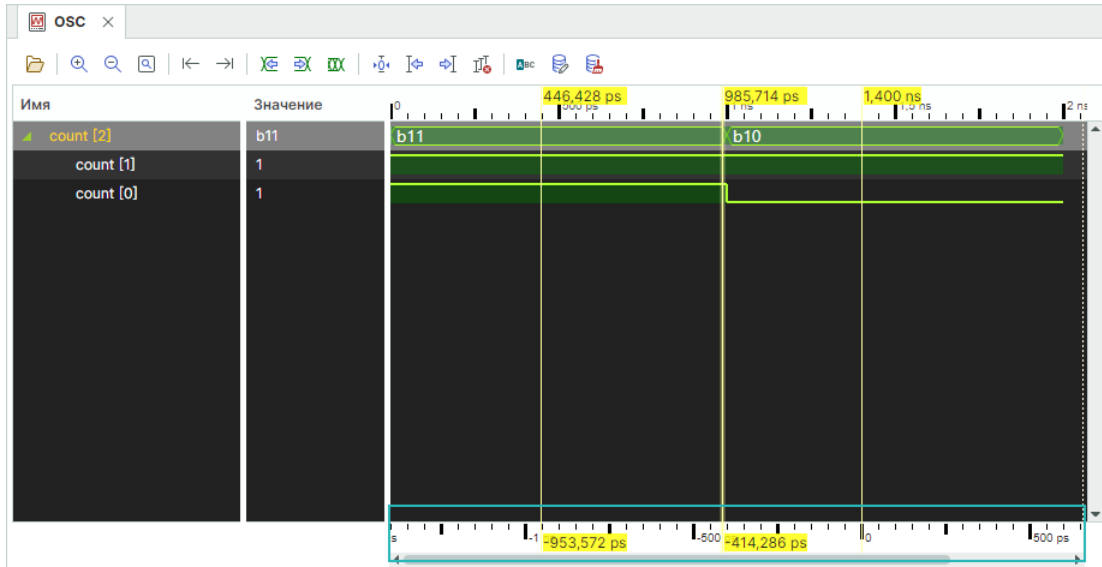

Рис. 39 Отображаемые временные интервалы
- Вычисление интервала времени между курсорами. При одновременном использовании в осциллографе нескольких курсоров автоматически вычисляется положение по оси времени для каждого курсора относительно первого – расположенного ближе всего к началу отсчета. На рисунке ниже показаны три курсора, в нижней оси времени (в нижней части окна осциллографа) отображается промежуток времени между первым курсором и каждым последующим, см. Рис. 39.